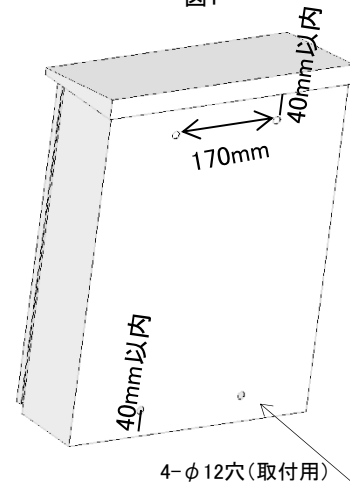

図2
② 取り付け用の穴を上下端から40mm以内で巾は170mmでボックスの背面に開けてください。〈図2〉開けた後の切りくずをボックス内に残さないようにしてください。